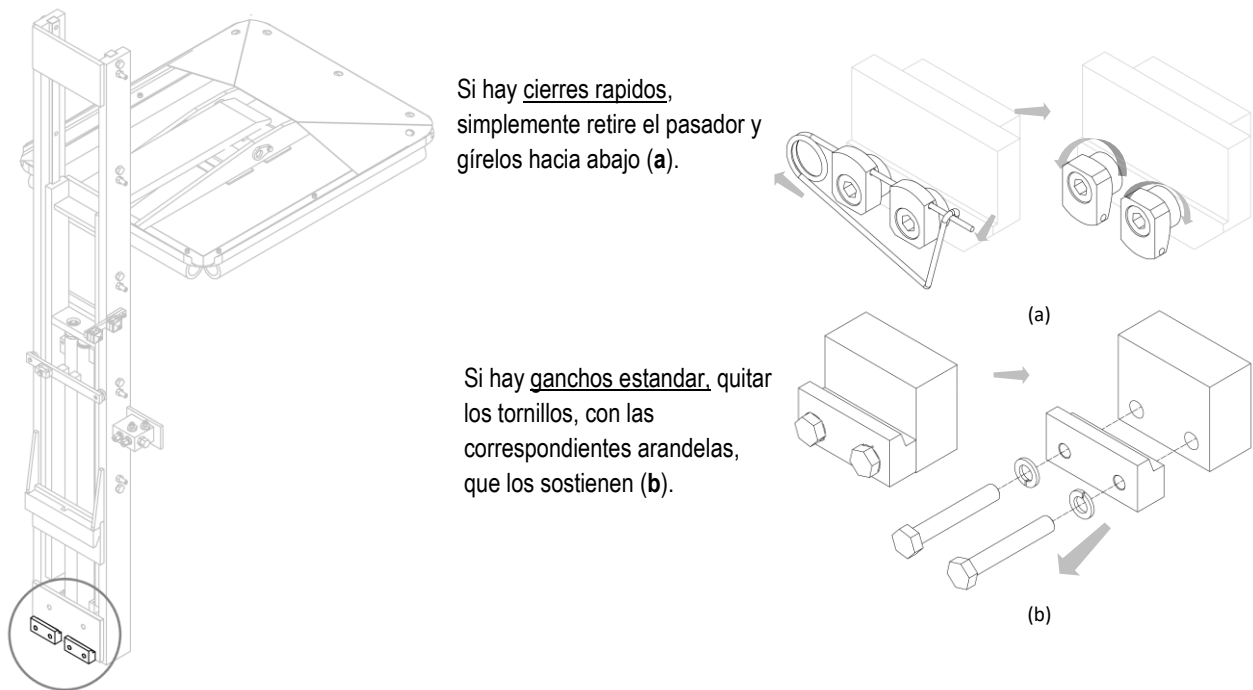

Figura 2
4. Quitar los ganchos inferiores del implemento (mira *Figura 2*).
2. Retirar lo ganchos inferiores de la estructura (mira *Figura 2* a pag.8).